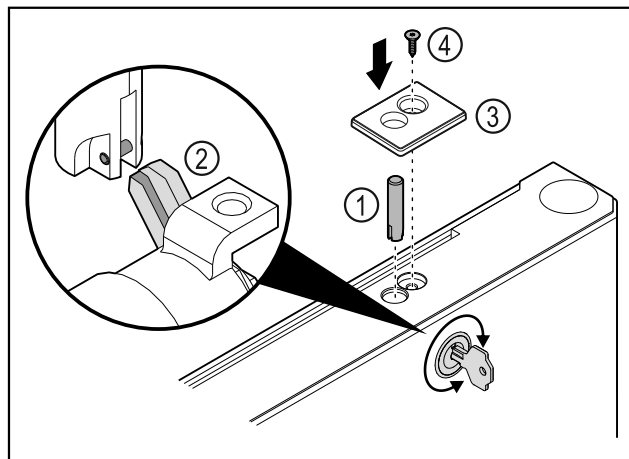

Fig. 42
- Założyć śrubę zamka Fig. 42 (1).
- Lekko przekręcić zamek, aby śruba zamka Fig. 42 (2) zatrzasnęła się w szczelinie zamka.
- Założyć ostonę Fig. 42 (3).
- Założyć śrubę Fig. 42 (4).